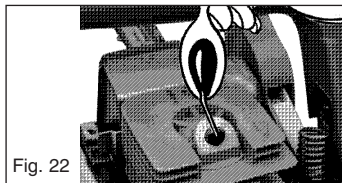

Fig. 22
5. Eche 1 cucharadita de aceite para 2 tiempos limpio en la cámara de combustión. Tire varias veces de la cuerda de arranque para recubrir los componentes internos. Vuelva a colocar las bujías de encendido (Fig. 22).